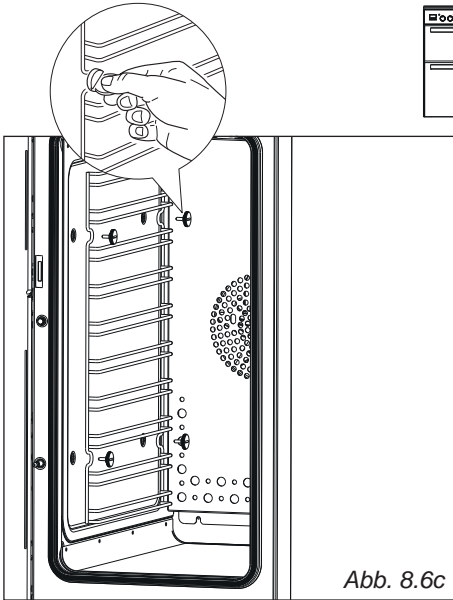

Abb. 8.6c
- Montieren Sie mithilfe der Schrauben die Drahtgestelle an den Ofenwänden (2 Schrauben Abb. 8.6a, 8.6b; 4 Schrauben Abb. 8.6c).